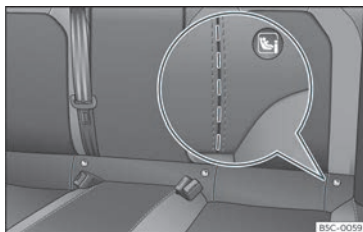

Fig. 27 Asento traseiro: Rañuras troqueladas para acceder aos aneis de fixación ISOFIX/i-Size.
gúns vehículos, os aneis van fixados ao armazón do asento e noutros, ao piso posterior. Os aneis “ISOFIX” están situados entre o respaldo e o coxín do asento traseiro >>> **fig. 27**. Os aneis Top Tether están situados na zona posterior dos respaldos posteriores
- Proceda previamente á apertura manual da parte acuñada situada detrás das ranhuras marcadas para ter acceso ás argolas de suxeición»» **fig. 27**.